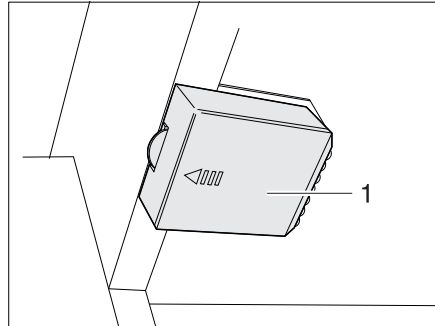

Fig. 264 Lámpara del armario ropero con LED, compartimiento de la batería cerrado
- Deslizar la tapa (Fig. 264,2) en sentido de la flecha.